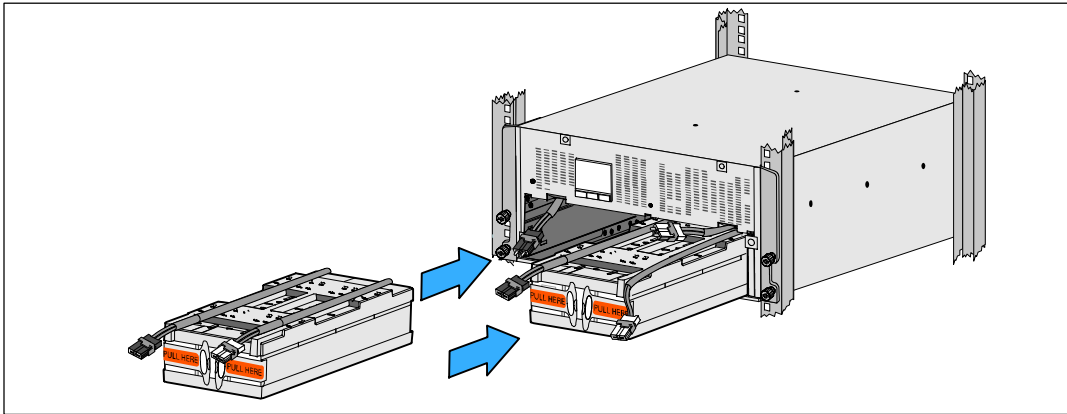

Figure 13. Installation des plateaux des batteries
- 9** Installer les plateaux des batteries (voir Figure 13):